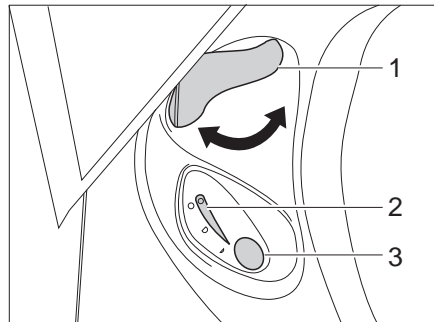

Bild 256 Bedieneinheit Thetford-Toilette
- Vor dem Spülen den Schieber der Thetford-Toilette öffnen. Dazu den Schieberhebel (Bild 256,1) entgegen dem Uhrzeigersinn drehen.
- Zum Spülen den blauen Spülknopf (Bild 256,3) drücken.
- Nach dem Spülen den Schieber schließen. Dazu den Schieberhebel (Bild 256,1) im Uhrzeigersinn drehen.
Die Kontroll-Leuchte (Bild 256,2) leuchtet, wenn die Thetford-Kassette entleert werden muss.
- Den Schieberhebel (Bild 256,1) im Uhrzeigersinn drehen. Der Schieber wird geschlossen. Zum Entleeren **muss** in der Thetford-Toilette der Schieber geschlossen sein.